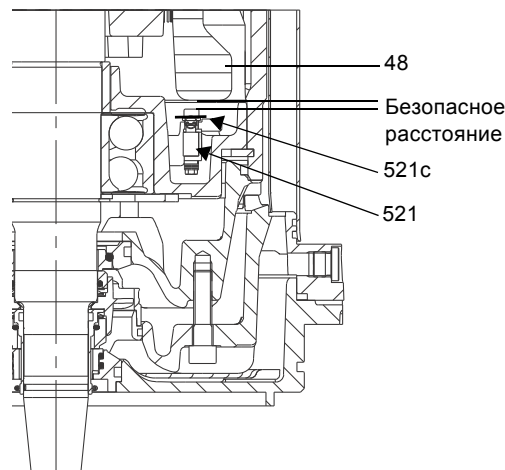

Рис. 23 Безопасное расстояние для реле утечки
По результатам испытаний стало ясно, что расстояние можно сократить, вытянув провода из реле во время установки. Защитное устройство датчика (521с) устраняет риск образования дуги или искры, если не соблюдено минимальное безопасное расстояние между реле утечки и головкой нижней обмотки (48), см. рис. 23.